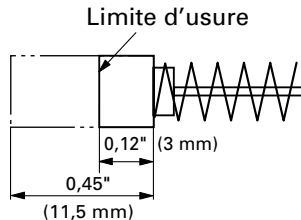

Fig. 29
4. Contrôle des balais en carbone : (Fig. 29)